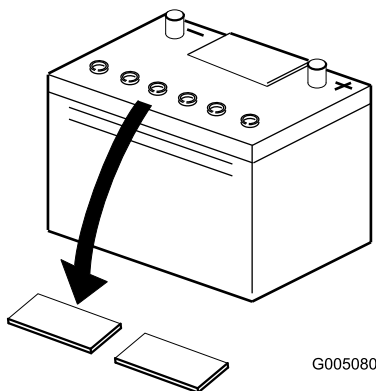

Bild 5
2. Reinigen Sie die Oberseite der Batterie und nehmen Sie die Entlüftungsdeckel ab (Bild 5).